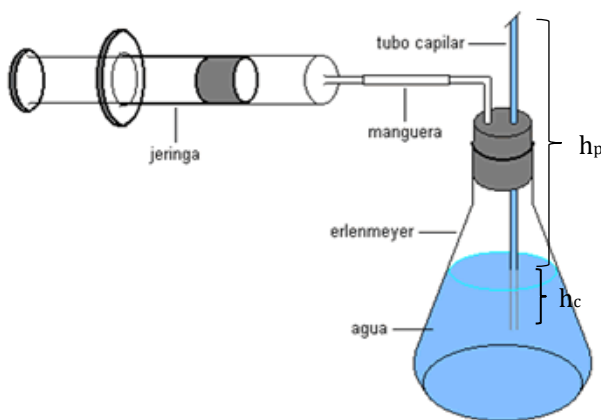

Figura 3. Montaje para la comprobación de la Ley de Boyle.
2. Disponer el montaje que se muestra en la Figura 3.